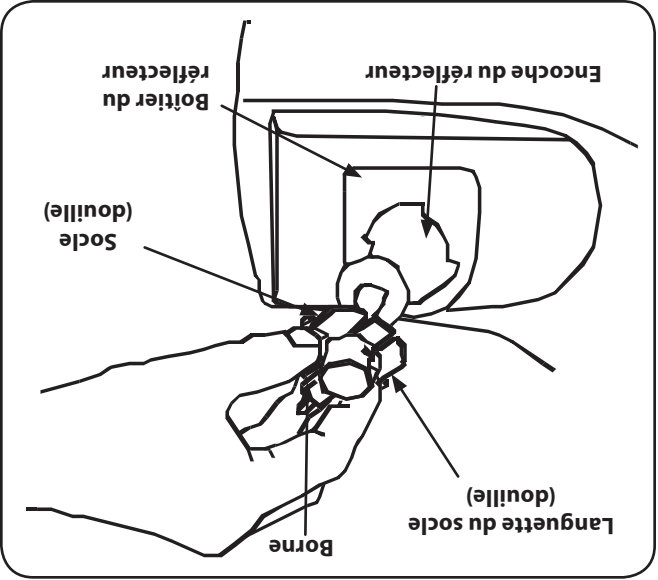

Figure 7-2
3. Tournez l'ensemble de l'ampoule à approximativement $\frac{1}{4}$ de tour pour aligner la languette au socle avec le boîtier du réflecteur. Puis, retirez l'ampoule et son socle du boîtier du réflecteur. Voir la Fig. 7-2.
5. Alignez l'encoche de l'ampoule avec l'encoche du boîtier du réflecteur. Puis, poussez l'ampoule vers l'intérieur et tournez dans le sens horaire pour verrouiller. Voir la Fig. 7-2.